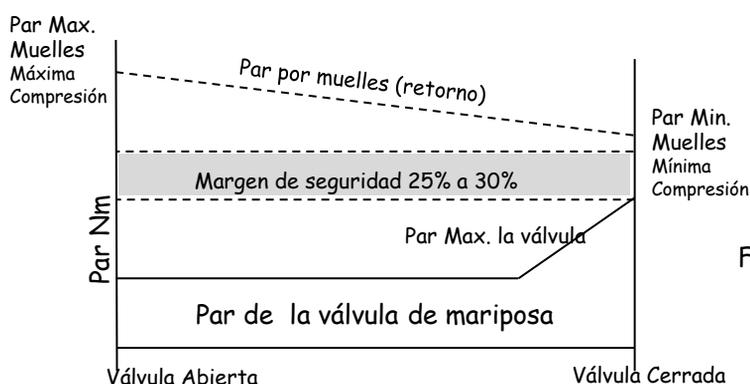

Figura 6
**Ejemplo:** En primer lugar es importante determinar la presión de aire de trabajo (4, 5, 6 o 7 bares). A continuación se debe seleccionar un modelo de actuador. La acción de retorno será la siguiente: los muelles ejercerán una fuerza proporcional a su compresión, que se reducirá según se vayan expandiendo. Por lo tanto, hay un par inicial y otro final, como se ve en la figura 6.
El siguiente paso será la selección del número de muelles que generará la acción de retorno. Como se ha indicado, hay un par inicial y otro final, como se ve en la figura 6 (pág. Anterior).